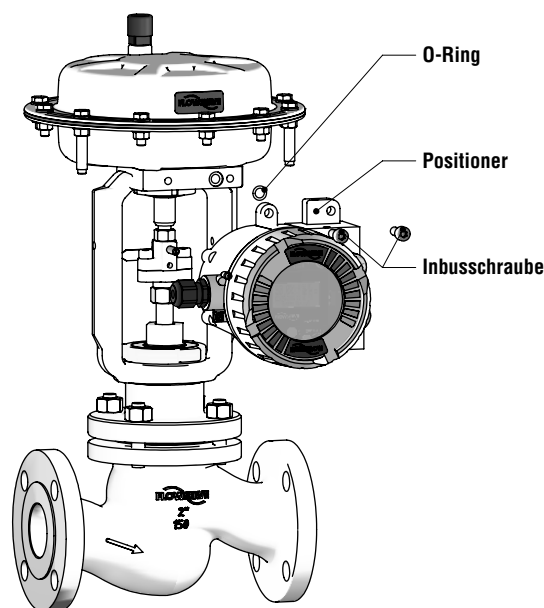

Abbildung 7: Positioner abbauen
2. Falls erforderlich, Positioner abbauen (siehe Abbildung 7: Abbau des Positioners).